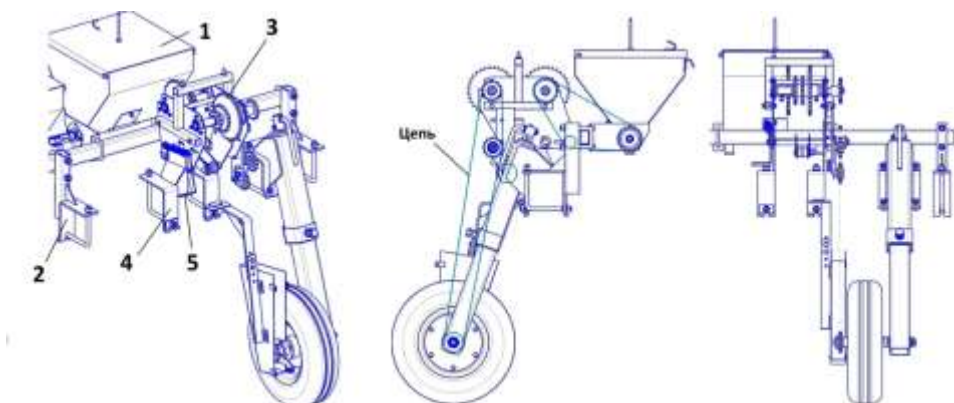

Рисунок 7 – Установка туковывсевающих аппаратов
3.7 Балка с туковывсевающими аппаратами 1 закрепляется на раме культиватора при помощи кронштейнов 2 (рис. 7). Привод аппаратов осуществляется цепью от опорного колеса через цепной редуктор 3, который также монтируется на раму культиватора при помощи кронштейнов 4. Рукоятка 5 предназначена для ослабления натяжения цепи редуктора при переустановке на другую норму высева удобрений (нормы высева смотри в приложении Г). Удобрения из аппаратов попадают в тукопроводы и по ним поступают в зону лопастей и заделываются в почву.